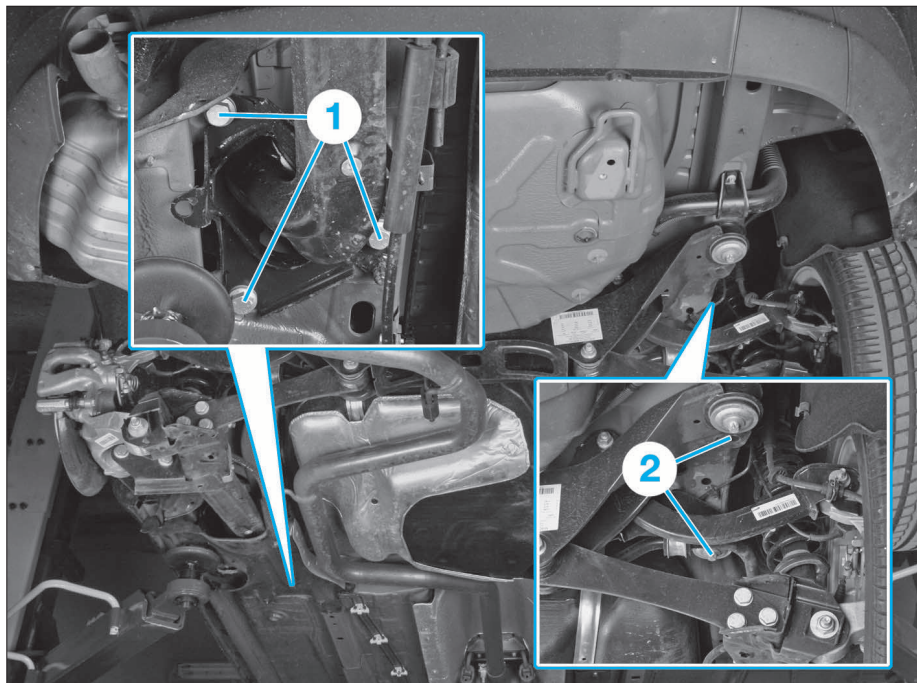

FIG. 18
- **De chaque côté**, desserrer (Fig.18) :
- les vis de fixation (1) des bras longitudinaux sur la caisse.
- les vis de fixation (2) de l'essieu arrière sur la caisse.
- Déposer les vis (1) et (2) (Fig.18).